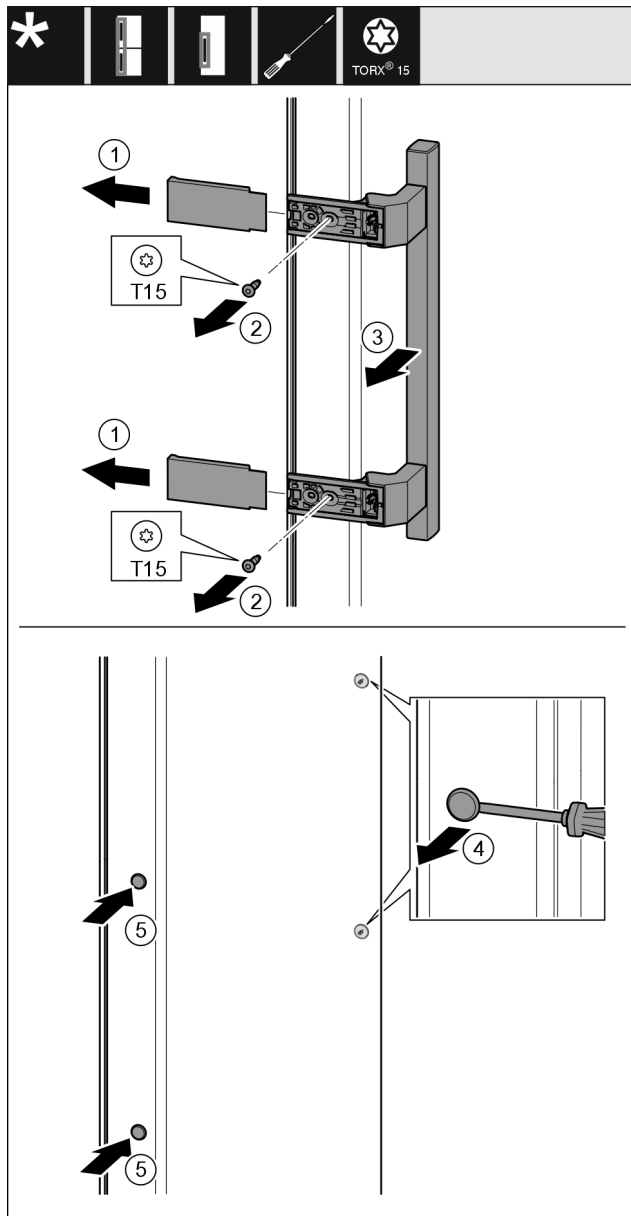

Fig. 54
- ▶ Stiahnite kryt Fig. 54 (1).
- ▶ Vyskrutkujte skrutky Fig. 54 (2) skrutkovačom.
- ▶ Odoberte držadlo Fig. 54 (3).
- ▶ Plochým skrutkovačom opatrne nadvihnite a vyberte bočnú zátku Fig. 54 (4).
- ▶ Zátku Fig. 54 (5) opäť nasadte na druhú stranu.